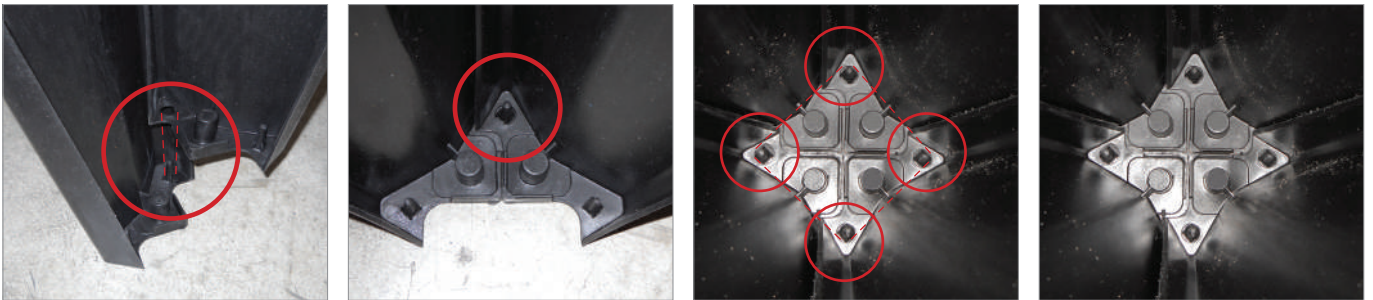

Abb. 3 - Detail der Steckphase des Nut-Feder-Systems - Die vollkommene Versiegelung des Fußes ist deutlich zu erkennen.
- 3** Wenn man die Teile nacheinander miteinander verbindet, muss man darauf achten, dass das einzuhängende "Nut-Feder" Teil unten an den Stützfüßen ganz eingesteckt wird (siehe Reihenfolge der Fotografien - Abb. 3).